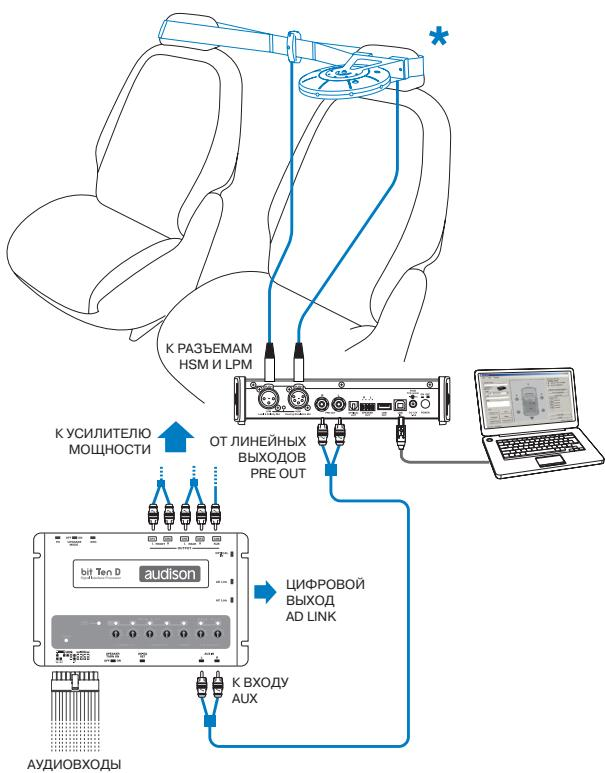

Рис. 1: Схема подключения для bit Ten (D)
1. Подключите bit Tune к аудиопроцессору bit Ten (D) (рис. 1) или bit One (рис. 2).